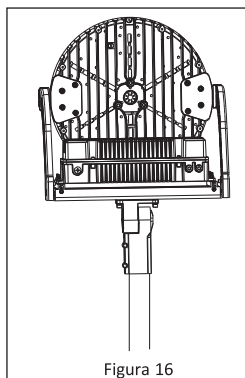

Figura 16
2. Coloca el soporte en el poste y asegura los 4 pernos de bloqueo. **Ver Figura 16.**